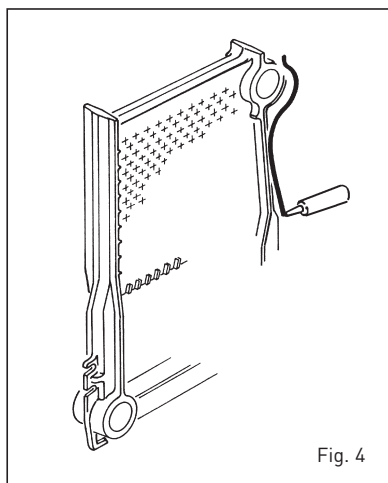

Fig. 4
- Extender el cordón de silicona en la ranura prevista para la estanqueidad de los humos (fig. 4).